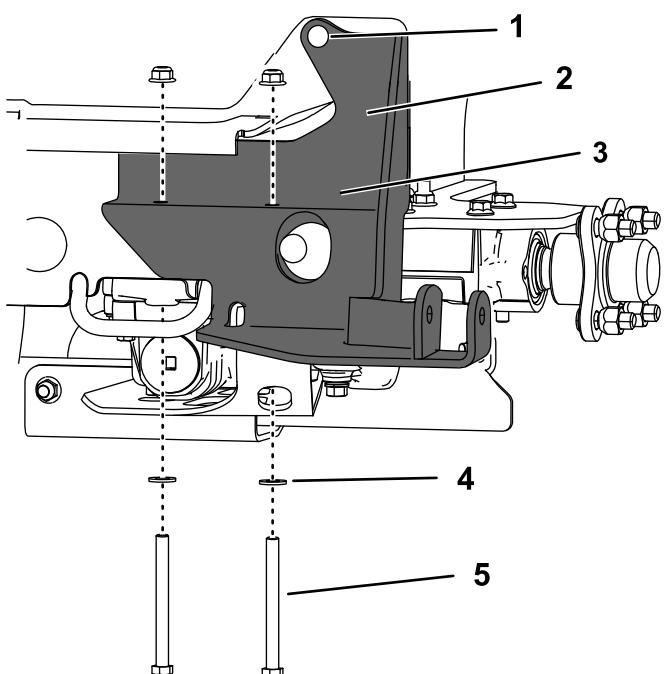

Figura 10
6. Instale o suporte de montagem inferior na transmissão utilizando as duas porcas que removeu, duas anilhas de cabeça chata e dois parafusos ($\frac{3}{8}$ pol. x 4 pol.) como se mostra na **Figura 10**.